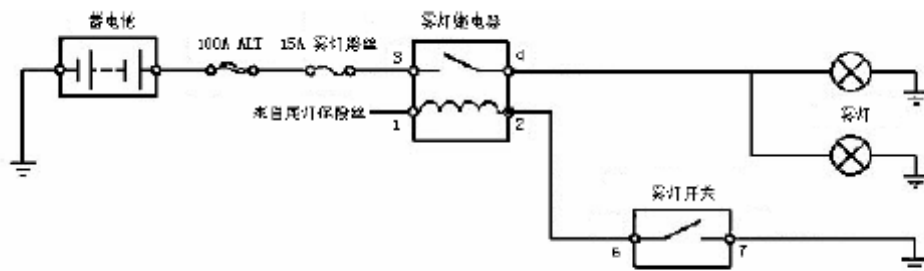

图 6.1-14 雾灯系统控制系统
1、雾灯 采用波光较长的黄色、橙色或红色。其穿透能力强，用来在雨雾天气行车时道路的照明和发出警示。雾灯有前雾灯和后雾灯两种。前雾灯装于汽车前部比前照灯稍低的位置，左右各一个。后雾灯装于汽车尾部，有些车辆只一个后雾灯。如桑塔纳轿车（左后方规格 12V/21W）。常用的雾灯系统如图所示。工作过程：按下雾灯开关，雾灯继电器磁化线圈有电流通过，其常开触点闭合；蓄电池电流经雾灯继电器常开触点至雾灯接地，雾灯点亮。雾灯一般由车灯开关和雾灯开关控制。如图 6.1-14 所示。